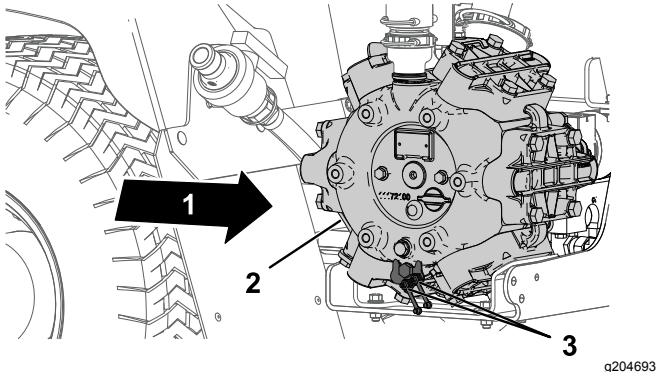

Bild 61
1. Wischen Sie die zwei Schmiernippel mit einem sauberen Lappen ab (**Bild 61**).
2. Pressen Sie Fett in die Schmiernippel (**Bild 61**).